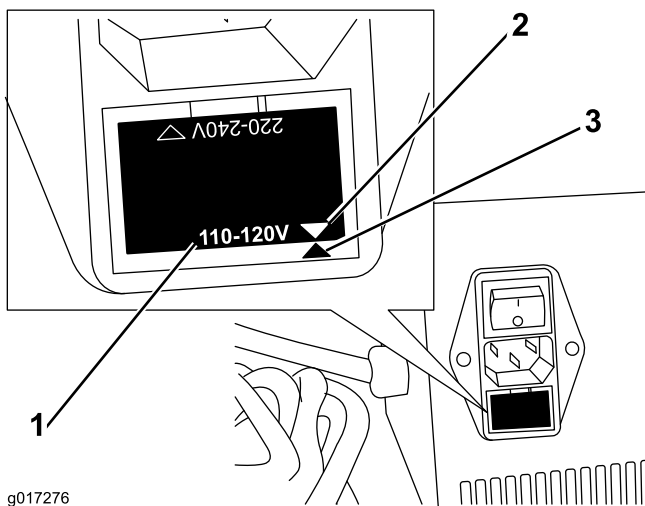

Bild 1
1. Prüfen Sie die Ausrichtung des Sicherungsfachs unter dem Stromkabelanschluss, um zu ermitteln, ob die aktuelle Spannungseinstellung am Ladegerät auf dieselbe Spannung wie die Steckdose eingestellt ist, die Sie verwenden (Bild 1).
Hinweis: Bild 1 zeigt die Einstellung für 110-120 Volt.
3. Drehen Sie das Sicherungsfach um, sodass die Spannung an den Sicherungsfachlinien mit der Bezugsmarkierung am Sicherungsfachhalter ausgerichtet ist (Bild 1).